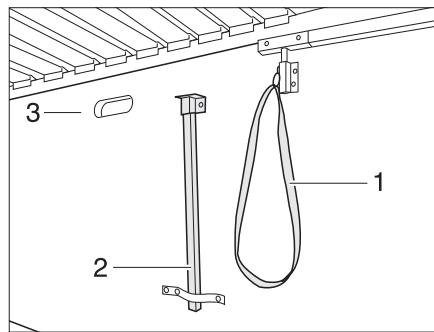

Fig. 125 Apoyo y desbloqueo
- Abrir la trampilla guardaobjetos y extraer el pie de apoyo (Fig. 125,2) de debajo de la cama.
- Tirar del lazo (Fig. 125,1) e inclinar la cama (Fig. 125,3) hacia abajo.